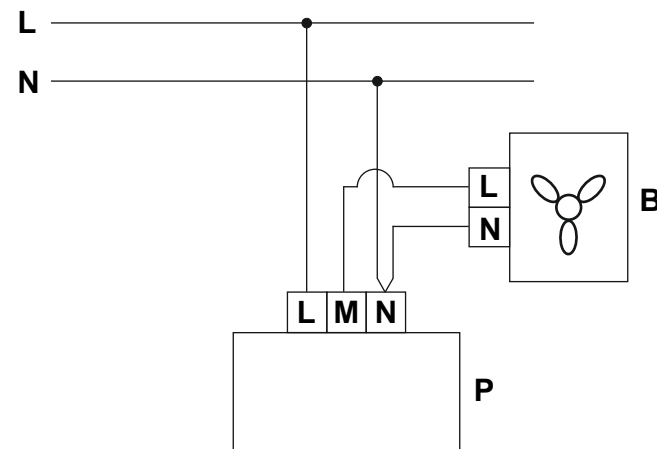

Рис.3. Схема подключения регулятора
- подключить провода к клеммнику, расположенному на плате регулятора, согласно схеме подключения (рис. 3) и наклейке на клеммнике;